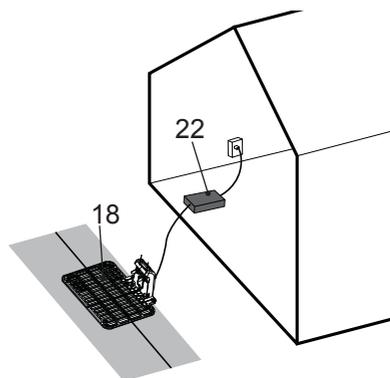

Fig. 2
- > Placez l'Bloc d'alimentation près d'une prise murale intérieure ou enfermé dans un boîtier doté d'une protection IP68 afin d'éviter la pénétration de la pluie et de l'humidité (Fig. 2). Fixez l'Bloc d'alimentation sur la perforation de montage si possible.